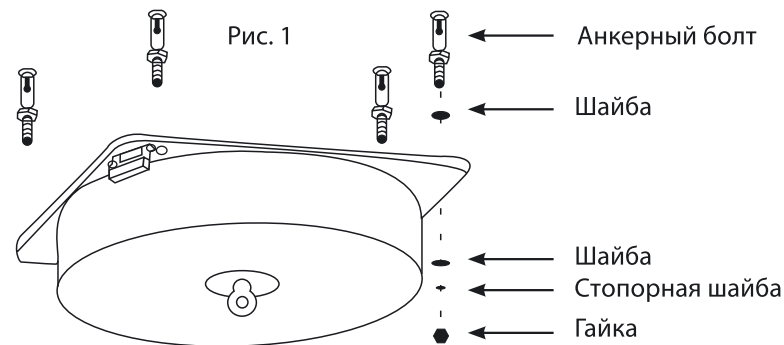

Рис. 1
1. Установка анкерных болтов (Рис. 1)